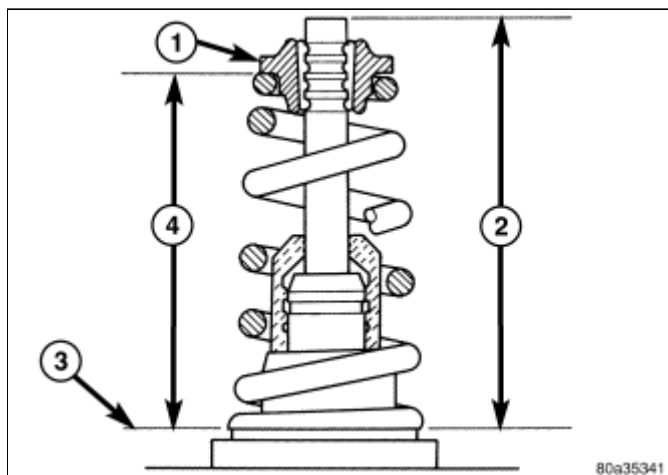

图 5 检查气门安装高度
(图 5)。从缸盖拆卸气门并研磨气门末端，直到处于技术参数范围内。检查气门末端是否划伤。应该重新研磨末端倒角（如有必要）以防当安装气门时损坏密封件。
6. 气门与气门座表面修整之后，请检查气门弹簧的安装高度(图 5)。如果气门和/或气门座经过重新研磨，测量弹簧的安装高度(图 5)，确保从弹簧座顶部至弹簧挡圈底面测量。如果高度大于技术参数值，在头部沉孔中安装一个**0.794 mm (0.0312 in.)**的垫片，以使弹簧高度回到技术参数范围内。